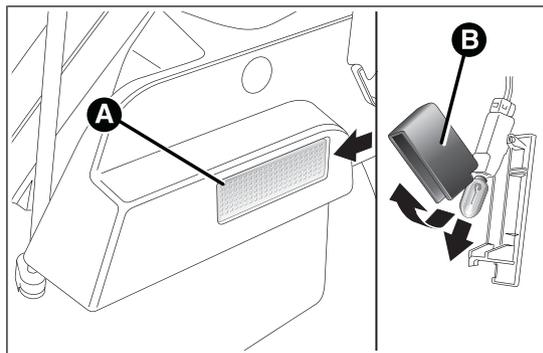

fig. 149
- aprire il bagagliaio ed estrarre la plafoniera A fig. 149 agendo nel punto indicato dalla freccia;